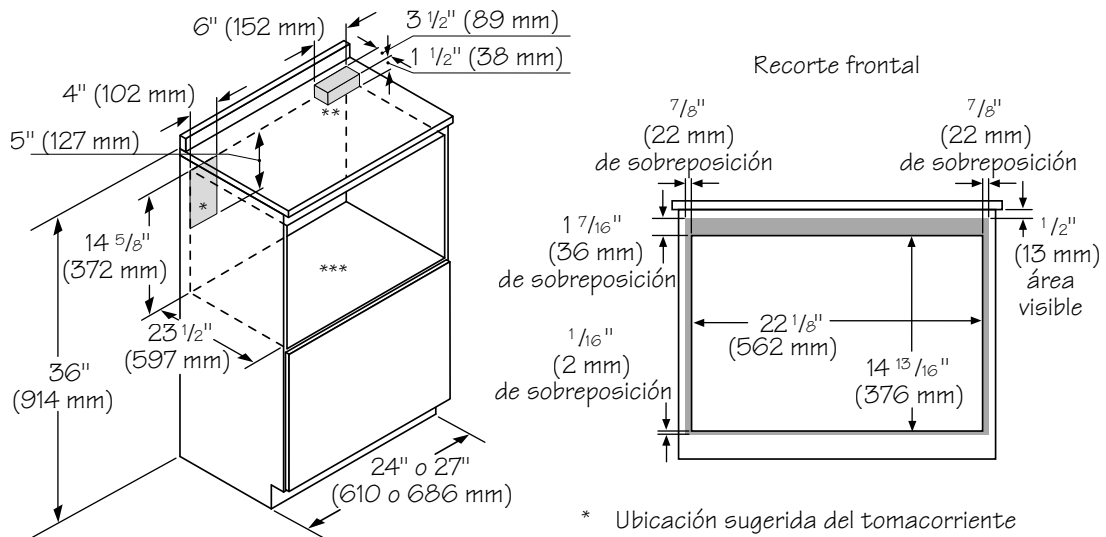
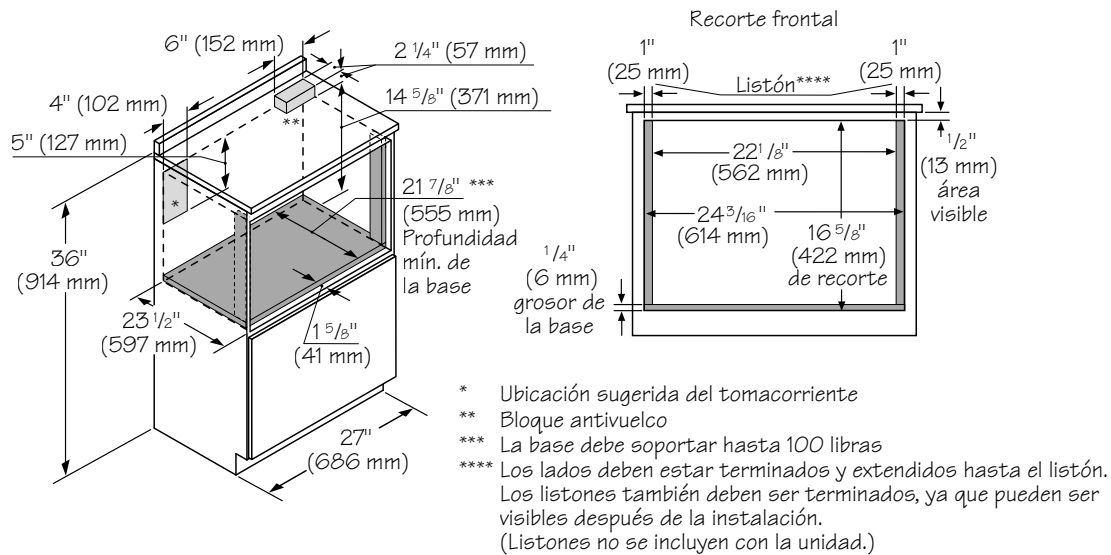
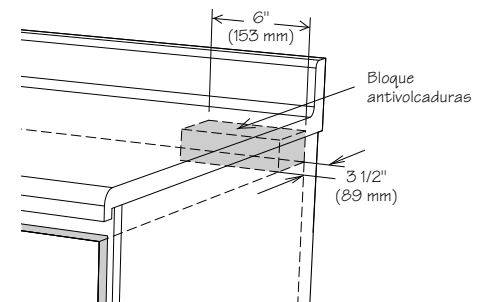
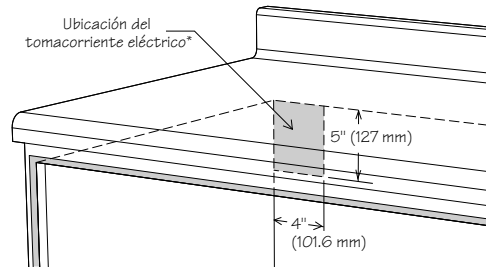

Figura 3
Figura 4
Figura 5
Figura 6
- Por razones de seguridad no instale el Horno MicroDrawer™ en un gabinete que se puedan incendiar y que no esté de acuerdo con las distancias y dimensiones indicadas en las "mediciones del Horno MicroDrawer™" en la siguiente sección. Vea la figura 3 (instalación estándar) o la figura 4 (instalación al ras).
- Las dimensiones mostradas en la Figura 3 (instalación estándar) o Figura 4 (instalación al ras) Las dimensiones suministradas proporcionan un espacio libre mínimo. Ubique el tomacorriente eléctrico en el área cubierta en la esquina superior izquierda del recorte. Vea la Figura 6.
Para reducir el riesgo de volcadura de la gaveta, el bloque antivuelco debe ser instalado correctamente a una distancia de 14 13/16" (instalación estándar) y 14 5/8" (instalación al ras) por encima de la superficie en la cual se apoyará el Horno MicroDrawer™. El bloque antivuelco de 6" debe ser suministrado por el instalador. Vea la Figura 3 (instalación estándar) o Figura 4 (instalación al ras) y Figura 5. El bloque antivuelco previene lesiones graves que podrían ser ocasionadas por derrames de líquidos calientes.